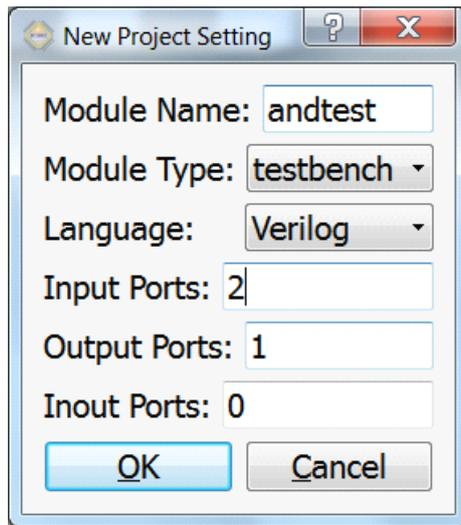

图 9. 新建测试文件
- 1) 新建一个文件。点击工具栏上的  图标，在弹出的对话框中参照图 9 进行设计。